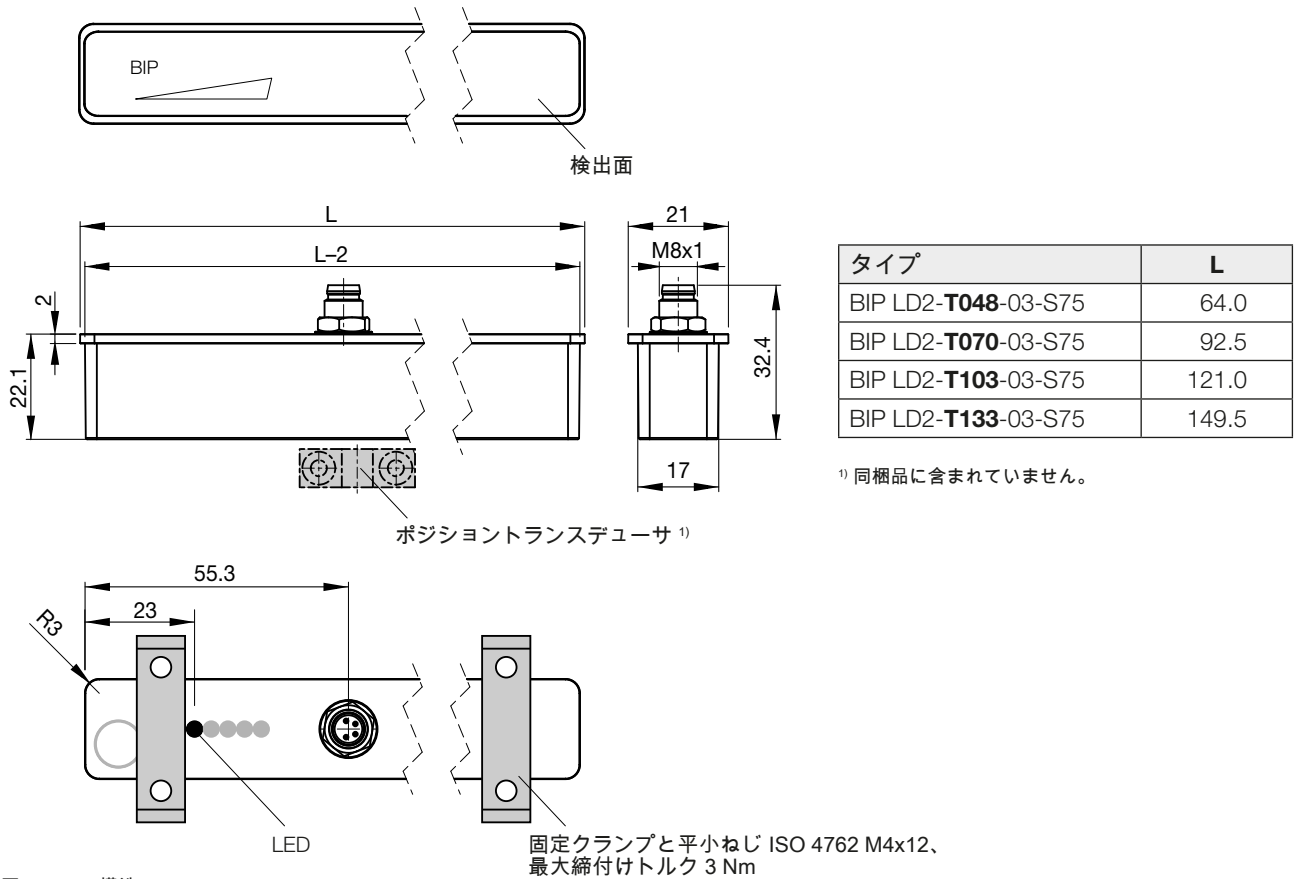

図 3-1: 構造
- 締付けトルクに注意してください (図 3-1 を参照) 。